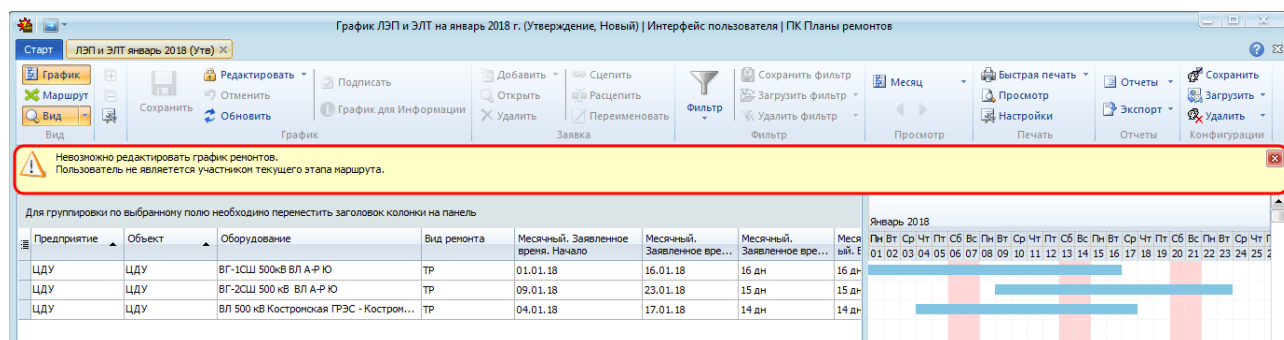

Рисунок 10.64 – Отображение информации об отсутствии пользователя на маршруте
- если пользователь не находится на маршруте, не находится на текущем этапе маршрута или не обладает правом подписи за другого, то при нажатии на кнопку « Редактировать» выводится предупреждающее сообщение (Рисунок 10.64);